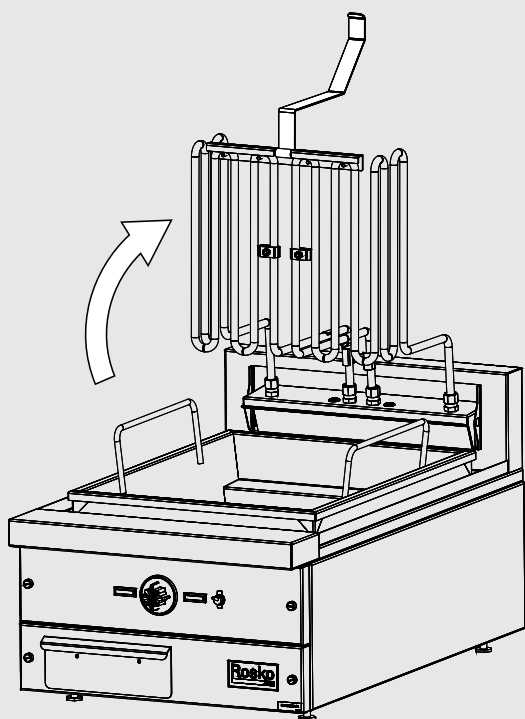

Figure 12
2. Retirer les paniers et soulever les éléments à l'aide de la poignée avant. **(Figure 12)**